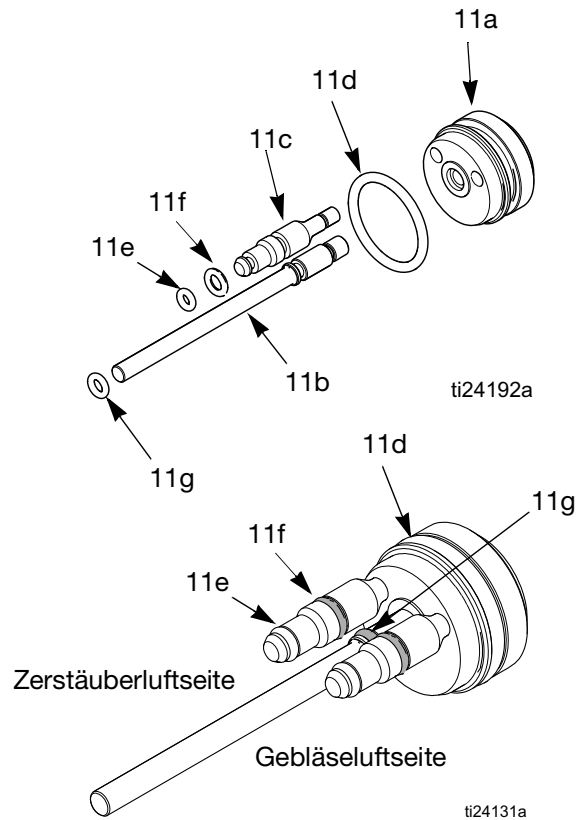

ABB. 22. O-Ringe Kolben
4. Die Kolbenkappe (13) von der Rückseite der Pistole entfernen.
5. Auf die Kolbenstange (11) drücken, um den Kolben hinten aus der Pistole hinauszudrücken.
6. Die O-Ringe (11d, 11e, 11f und 11g) auf Beschädigung prüfen. Siehe Tabelle 3 und ABB. 22.
9. Die Feder (12) und den Kolbendeckel (13) einbauen.